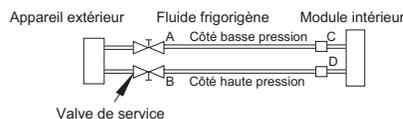

Fig. 16 — Valve de service
1. Serrez complètement les écrous évasés A, B, C et D, branchez le flexible de l'ensemble de manomètres à un orifice de charge de la valve de service côté basse pression (voir la figure 16).